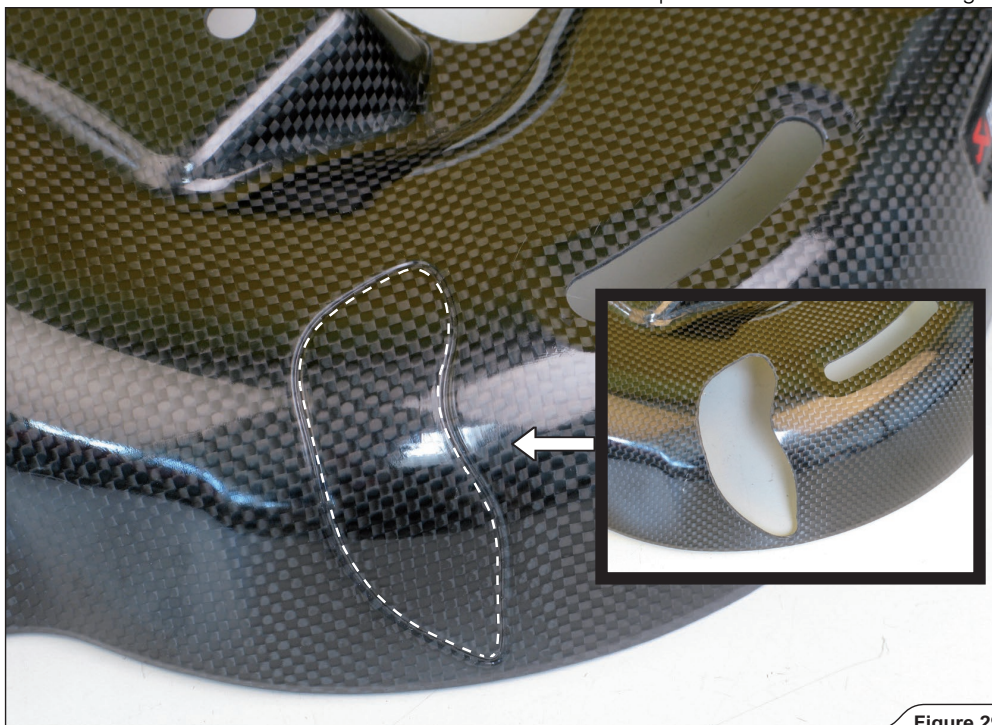

Figure 29
4. Seulement pour utilisation avec repose-pieds passager : couper/poncer avec soin la partie moulée du pare-chaleur en fibre de carbone, comme indiqué (Figure 29).
4. Nur bei Verwendung der Beifahrerfußrasten: den eingepprägten Teil des Wärmeschutzes aus Kohlefaser wie angegeben ausschneiden/Schleifen (Figure 29).